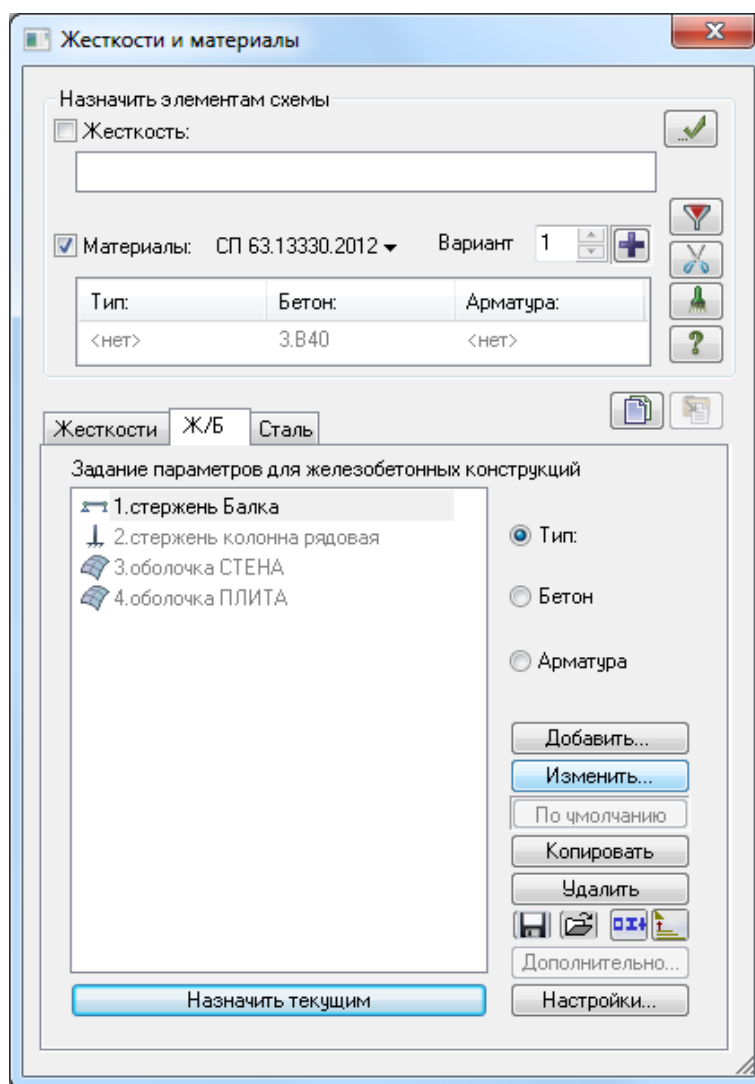

Рис.18.2. Диалоговое окно Жесткости и материалы
- Вызовите диалоговое окно **Жесткости и материалы** (панель **Конструирование** на вкладке **Создание и редактирование**) и щелкните по кнопке - **Ж/Б** (рис.18.2).